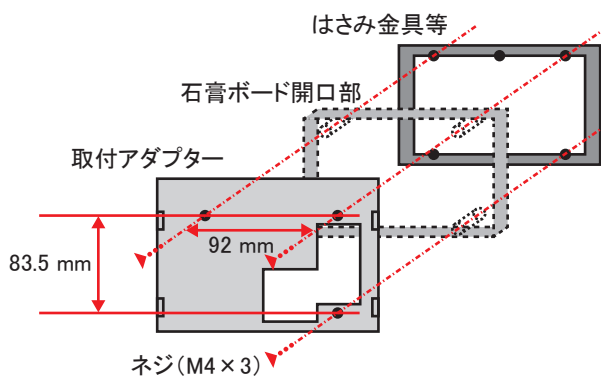

図 3
- (3) リモコンケーブルを取り出し、はさみ金具を使って、取付アダプタを壁に固定します（図 3）。